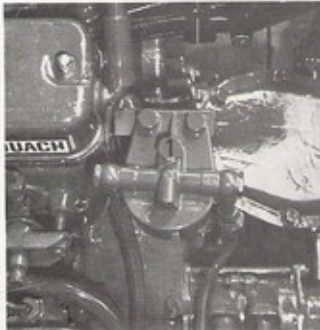

fig. 9
- Dévisser la purge du filtre à carburant 1 [fig. 9] ;